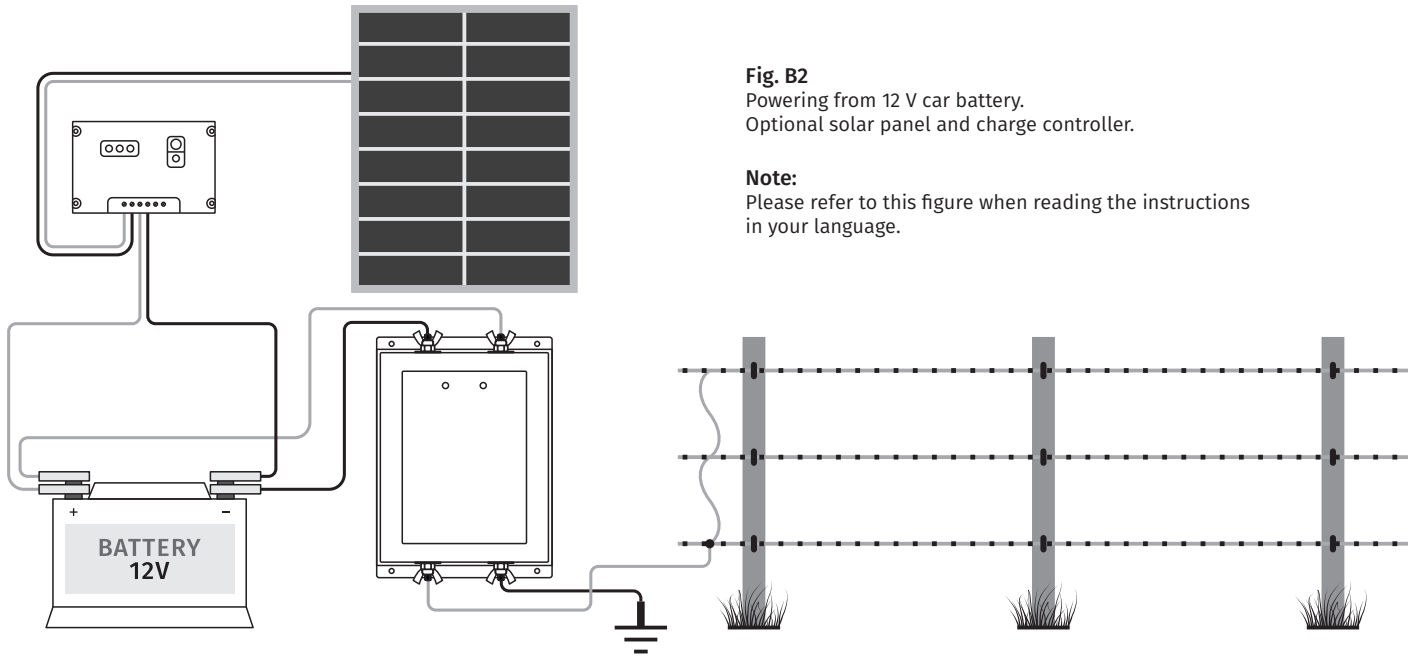

Fig. B2
2. Powering from a 12 V car battery (fig. B2)
3. Powering from a 12 V car battery + solar panel (fig. B2)
2. Alimentazione da un accumulatore auto 12 V (fig. B2)
3. Alimentazione con un accumulatore auto 12 V + sistema solare (fig. B2)